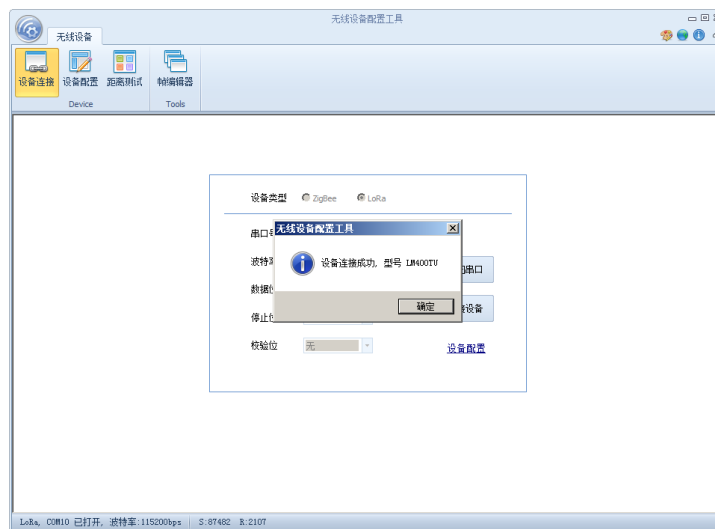

图 7-1 连接设备
1. 打开配置工具，选择连接 ZM1268S Demo Board 评估板的串口，设备类型选择 LoRa，串口参数按照模块配置的串口参数设置（模块出厂的默认参数是波特率是 115200、8 位数据位、1 位停止位、无校验），点击【打开串口】，然后点击【连接设备】，提示设备连接成功，如图 7-1 所示。